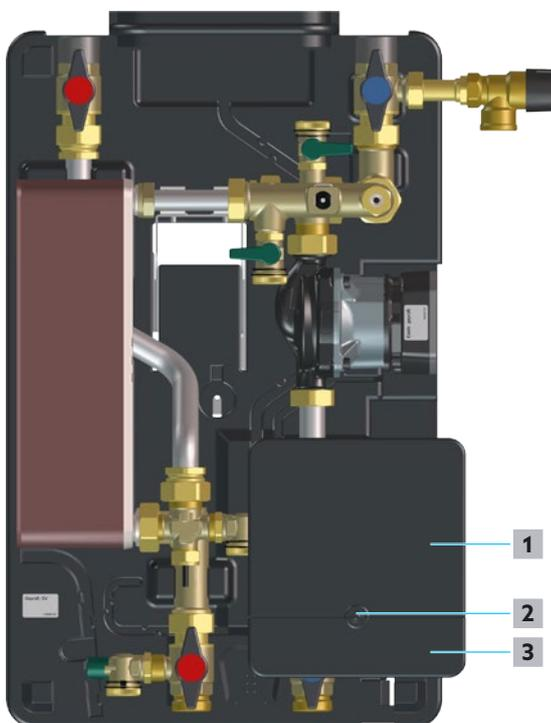

Fig. 29 - Procedura di apertura della centralina
- 4 Rimuovere la vite (vedere 2 in Fig. 29 a pagina 42) e metterla da parte.
- 5 Far scorrere verso l'alto il rivestimento del pannello di raccordo (vedere 1 in Fig. 29 a pagina 42) fino ad oltrepassare i naselli.